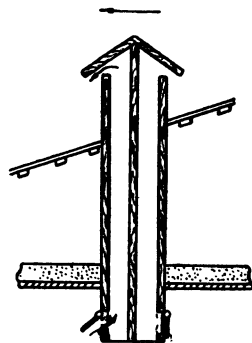

Рис. 97. Вентилятор на скотном дворе
2. Объясните, как действует вентилятор животноводческой фермы (рис. 97). Вентилятор представляет собой высокую деревянную трубу, проходящую сквозь потолок и крышу животноводческой фермы. Труба разделена на четыре отсека. Каждый отсек может быть закрыт или открыт отдельной дверкой.